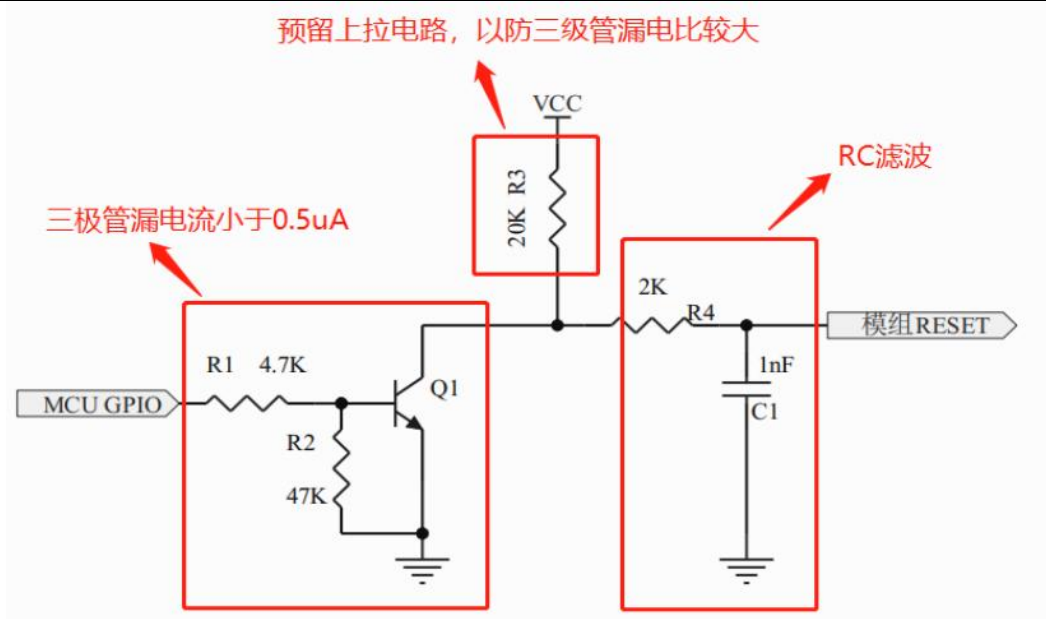

图 11 RESET 脚参考电路
2) 如果外部 MCU GPIO 与模组的 RESET 通过三极管连接（如图 11 所示），要求三极管截止态的漏电电流要小于 0.5uA。原因是 RESET 脚内部上拉电阻非常弱，漏电大了可能将 RESET 脚拉到 1.2V 以下。NB 芯片能正常工作其 RESET 脚高电平是要保证在 1.2V 以上才行。
① 用 MOS 管代替三极管，大多数 MOS 漏电流较小。
② 电路上预留上拉电路（如图 11 所示），VCC 的电压范围在 1.8V-3.6V 且要常开，不要用 NB 模组出来的电。